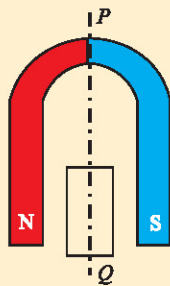

图1-5-3 旋转实验
1. 如图1-5-3所示, 把一个闭合线圈放在蹄形磁体的两极之间, 蹄形磁体和闭合线圈都可以绕  $PQ$  轴转动. 当转动蹄形磁体时, 线圈也跟着转动起来, 解释这种现象, 并说明线圈转动的能量从何而来.